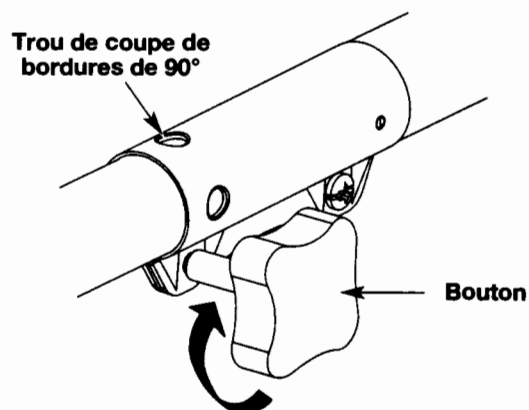

Fig. 21
3. Serrez le bouton en le tournant à droite (Fig. 21).
Pour couper les bordures à l'aide de la tête d'accessoire de coupe sur les modèle EZ-LinkMC, verrouillez le bouton de déclenchement de l'accessoire de coupe dans le trou de 90° (Fig. 21).